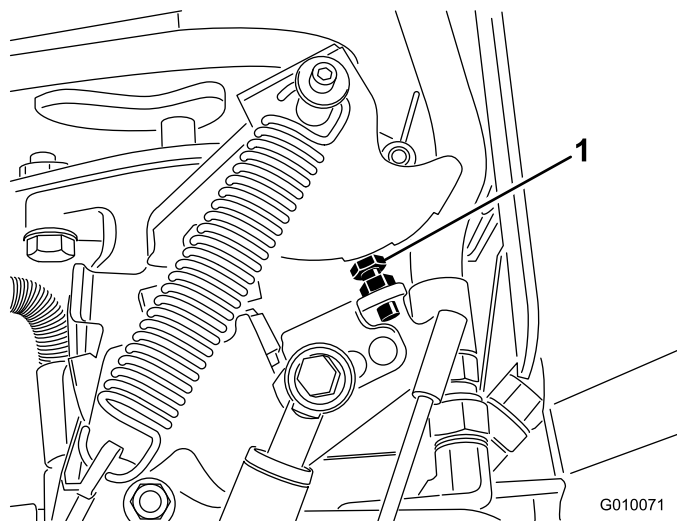

Figura 67
5. Se occorre regolare, girate il bullone di arresto della pompa (Figura 67) più vicino alla piastra di arresto per ridurre la distanza tra i fori, oppure giratelo lontano dalla piastra per aumentare la distanza tra i fori.